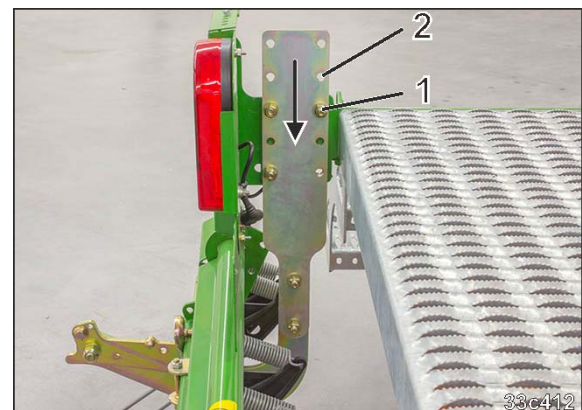

Fig. 173
- 4.1 Schrauben lösen (Fig. 173/1)
- 4.2 Halter in neues Lochbild versetzen (Fig. 173/2)